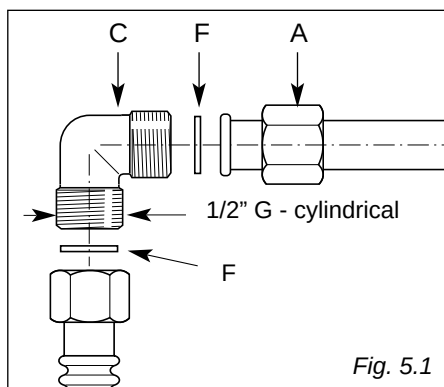

Fig. 5.1
El empalme de la placa de cocción (fig. 5.1) está compuesto de la siguiente manera:
- ✓ La guarnición "F" (fig. 5.1) es el elemento que garantiza la estanqueidad de la conexión del gas.